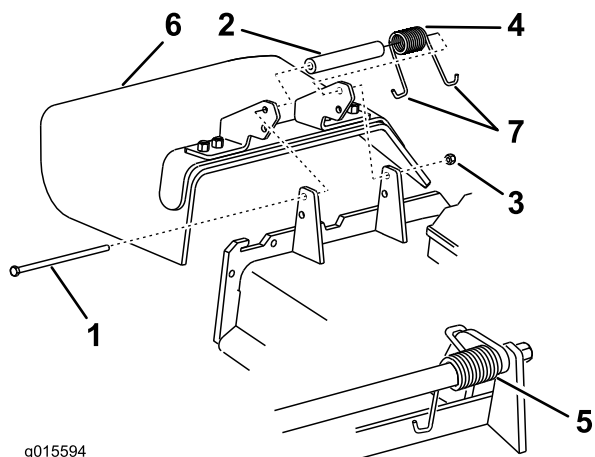

Figura 100
1. Retire la contratuerca, el perno, el muelle y el espaciador que sujetan el deflector a los soportes de pivote (Figura 100). Retire el deflector de hierba dañado o desgastado.
Nota: Asegúrese de colocar un extremo en **J** del muelle detrás del reborde de la carcasa antes de instalar el perno, según se muestra en Figura 100.
- Instale el perno y la tuerca. Coloque un extremo en **J** del muelle alrededor del deflector de hierba (Figura 100).